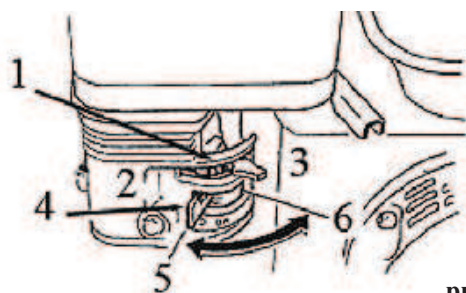

рис. 11
10.2 Запуск двигателя ручным стартером (см. рис. 11):